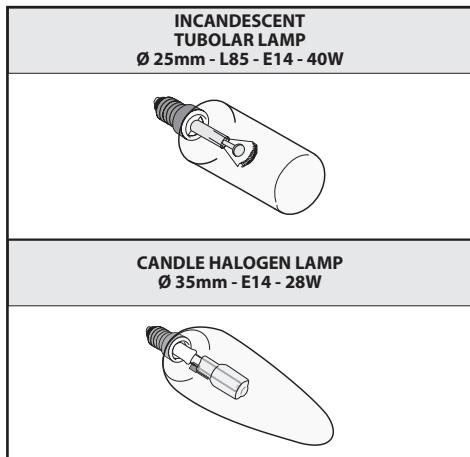

Fig.12
• Sostituzione delle lampade a incandescenza/alogene (Fig.12):